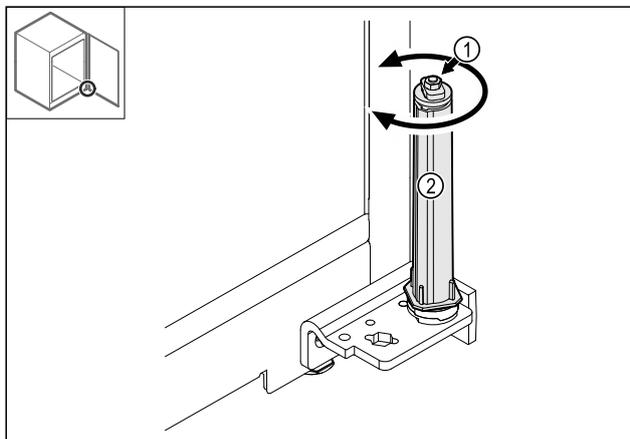

Fig. 41
- Neardykite uždarymo sistemos srieginės jungties Fig. 41 (1).
- Sukite uždarymo sistemą Fig. 41 (2), kol ji užsifikuos.